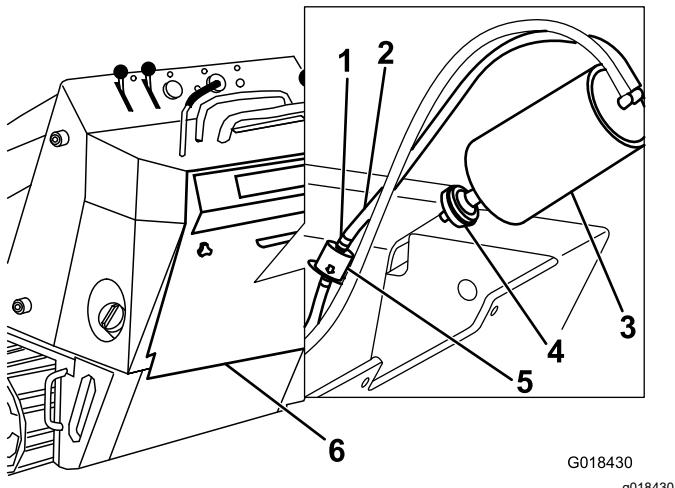

Bild 33
- Entfernen und werfen Sie den Aktivkohle-Luftfilter weg (Bild 33).
- Setzen Sie einen neuen Filter in den Aktivkohlefilter ein (Bild 33).
- Schieben Sie die gefederten Schlauchklemmen an beiden Seiten des Aktivkohlefilters der Entleerungsleitung vom Filter weg (Bild 33).
- Entfernen und entsorgen Sie den Entleerungsleitungsfilter (Bild 33).
- Setzen Sie einen neuen Filter in den Schlauch ein; der Pfeil am Filter sollte zum Aktivkohlefilter zeigen; befestigen Sie ihn mit den Schlauchklemmen (Bild 33).